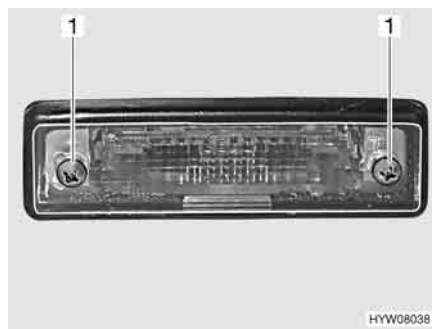

Fig. 178 Luci posteriori (luce targa)
- Svitare due viti degli involucri (Fig. 178,1).